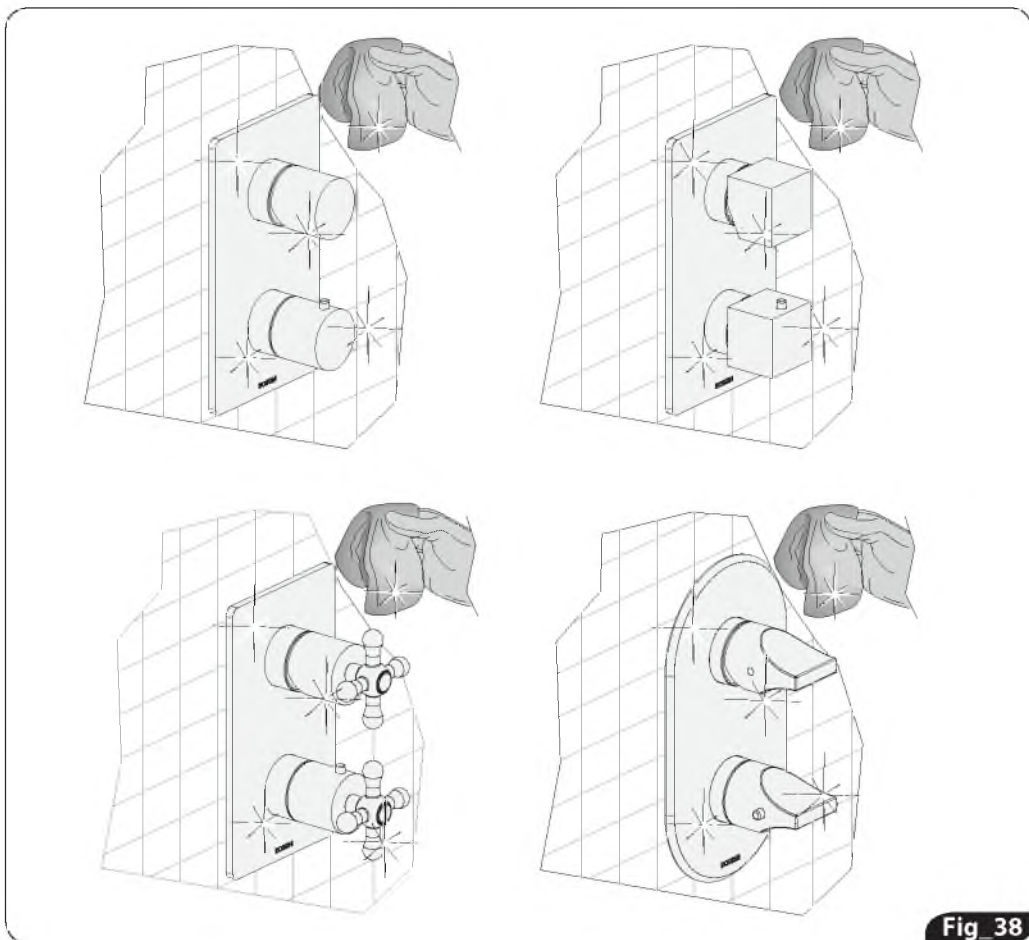

Fig 38
18. Eseguire un controllo del corretto montaggio della maniglia di controllo temperatura (13) : essa può ruotare in senso orario, mentre in senso antiorario è necessaria la pressione del pulsante (B) per avere l'erogazione dell'acqua ad una temperatura maggiore di 38°.
19. Inserire a fondo, bloccare con il grano (14) ed inserire tappino (15).
20. Pulire accuratamente i prodotti montati (Fig. 38).
18. Check that the temperature control knob (13) is mounted correctly: it must rotate freely clockwise, whilst the button (B) must be held down for temperatures over 38°.
19. Push firmly in place and fix in place with the grub screw (14) and insert the cap (15).
20. Clean the mounted components with care (Fig. 38).
18. Überprüfen Sie die korrekte Montage des Temperaturwählgriffs (13): Er kann im Uhrzeigersinn gedreht werden, gegen den Uhrzeigersinn muss jedoch der Knopf (B) gedrückt werden, damit das Wasser mit mehr als 38° herausfließt.
19. Unten einführen, mit dem Stift (14) befestigen und den Griffstopfen (15) einsetzen.
20. Die montierten Produkte sorgfältig reinigen. (Abb. 38)